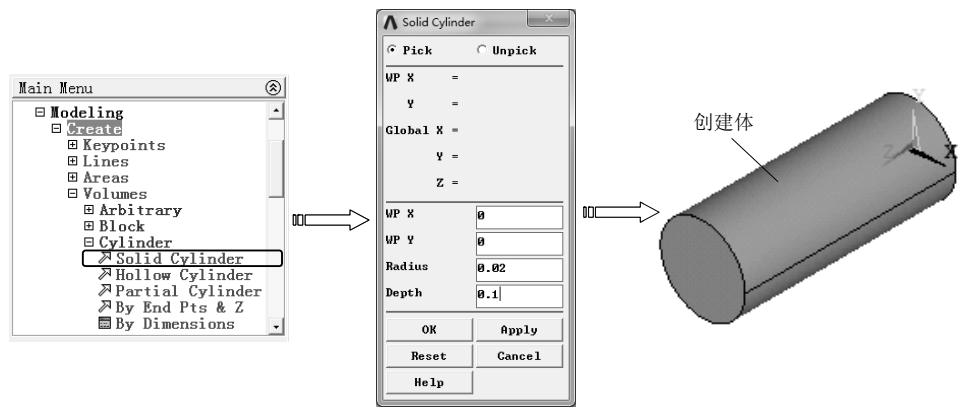

图 2-59 绘制实心圆柱
(1) 绘制实心圆柱 选择 “Main Menu>Preprocessor>Modeling>Create>Volumes>Cylinder>Solid Cylinder” 命令，弹出 “Solid Cylinder” 对话框，在 “WP X” 和 “WP Y” 文本框中输入底面中心X、Y坐标，在 “Radius” 文本框中输入半径，在 “Depth” 文本框中输入高度，然后单击 “OK” 按钮创建圆柱体，如图2-59所示。